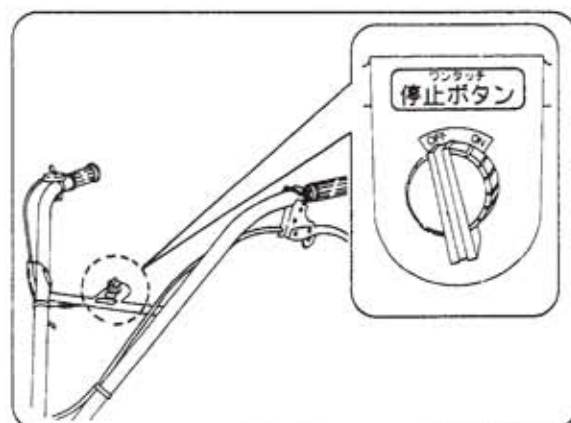

図17
- ③ 停止スイッチを「OFF」位置にしてください。エンジンが停止します。(図17)